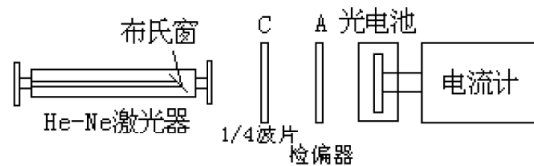

图 2 实验装置原理图
本实验采用波长为  $632.8\text{nm}$  的 He-Ne 激光器作光源，它能输出足够强的单色光，在激光器谐振腔内放有布儒斯特窗片，从而使出射的激光束是线偏振光（它的振动方向如何？为什么只有一块窗片，并不是玻片堆，出射的激光是线偏振光，而不是部分偏振光？如果不放这块窗片，该激光的偏振情况如何？如果把该窗片放在谐振腔外，则其激光的偏振情况如何？）。将各偏振元件按图 2 放好，暂时不放波片 C，图中 A 为偏振片。先使 A 的透光轴与激光的电矢量垂直，于是产生消光现象，记下偏振片 A 消光时的位置读数  $A(0)$ 。然后将  $1/4$  波片 C 放在检偏器的前面，旋转 C，使再次出现消光现象（这时  $1/4$  波片的快轴与激光电矢量方向关系如何？），记下  $1/4$  波片消光时的位置读数  $C(0)$ 。
- 如图 2 所示的装置中，在 C 和 A 之间再插入一个 1/4 波片 C'，使 C 和 C' 组成一个 1/2 波片（请考虑如何实现这一要求）。